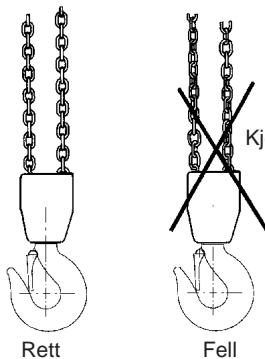

Fig 5
- Kjettingen må ikke ha knekk eller være vridd. For toparts jekketalje (6 tonn) er det fare for at kjettingen blir vridd ved at underblokken vrider gjennom kjettingslyngen. Dette skjer vanligvis ved ommontering eller flytting av kjettingtaljen mellom ulike arbeidsplasser. Se fig. 5.